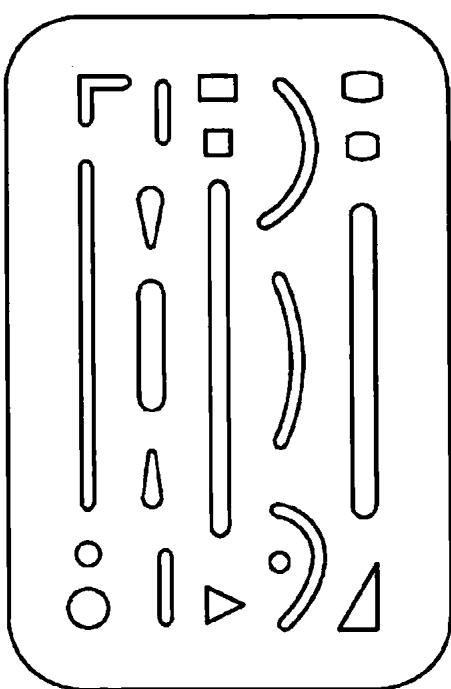

图 1-16 擦图片
- 5) 擦图片：在绘图中，经常会修改图纸，较理想的还是可以准备一块擦图片，如图 1-16 所示，有不锈钢的擦图片，也有透明胶片的擦图片供选择。